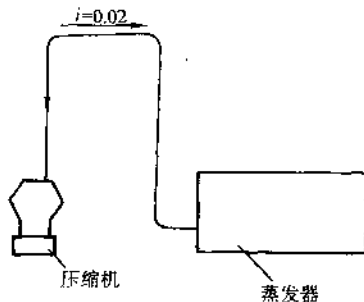

图 1 蒸发器与制冷压缩机标高相同时的管道连接示意图 (i 为坡度)
- ◆ 如蒸发器和制冷压缩机布置在同一位置, 应使吸气管布置如图 1 所示, 以防止停机时液体制冷剂进入制冷压缩机内。